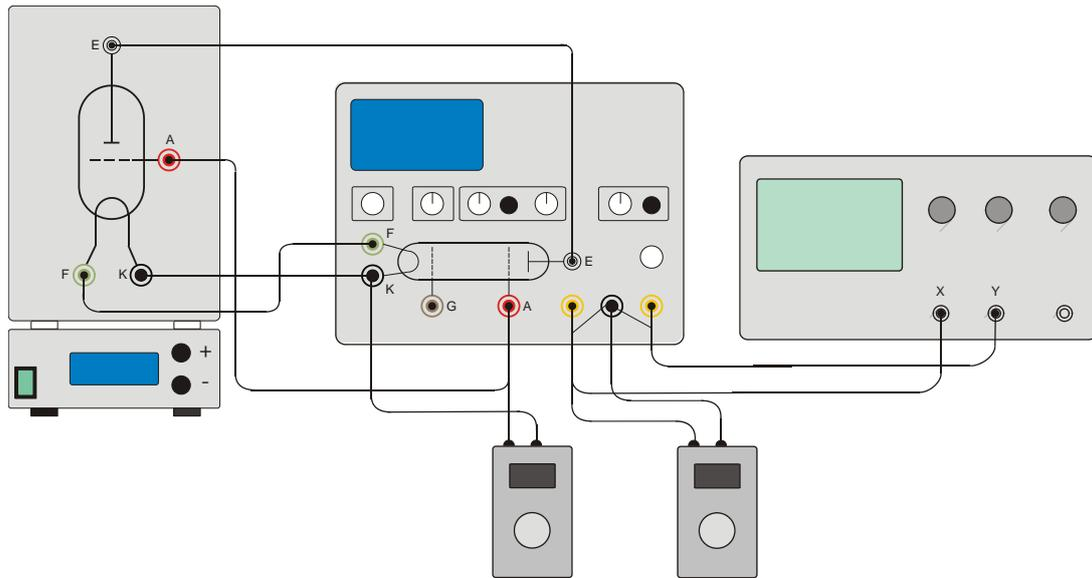

Fig. 3 Montaje experimental con el tubo de Franck-Hertz con 2 volímetros digital
- Se conecta el voltímetro digital entre la salida de señal (UX) el casquillo de masa (ver fig. 3).